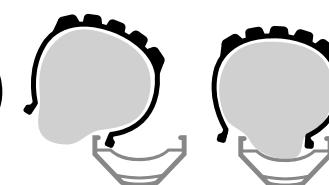

Figure 28. 1^{er} talon positionné + chambre à air hors de la jante
- Placez le premier talon dans le fond de gorge de la jante en commençant au niveau de la valve (Figure 28).